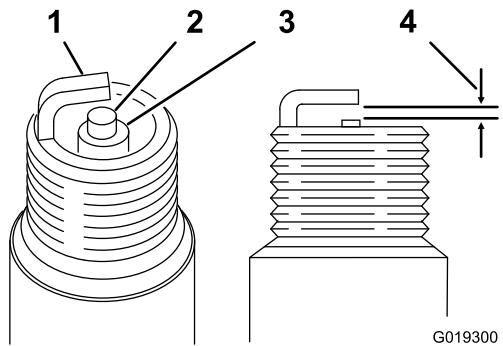

Figura 31
- Mire la parte central de la bujía (Figura 31). Si se observa un color gris o marrón claro en el aislante, el motor está funcionando correctamente.
2. Con una galga para bujías, mida la distancia entre el electrodo lateral y el electrodo central (Figura 31).